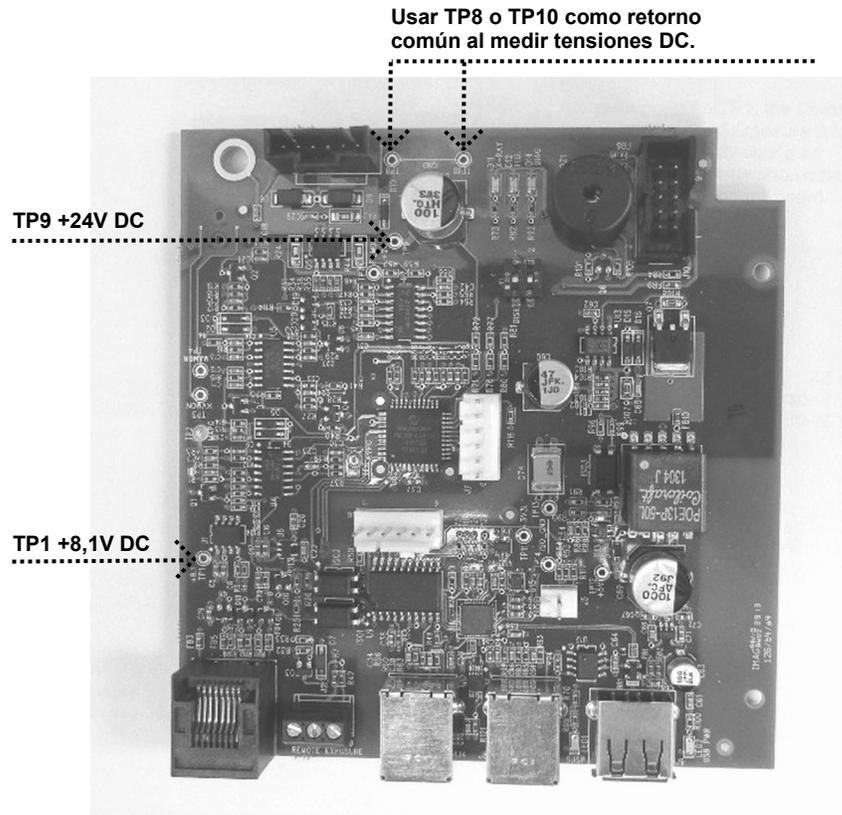
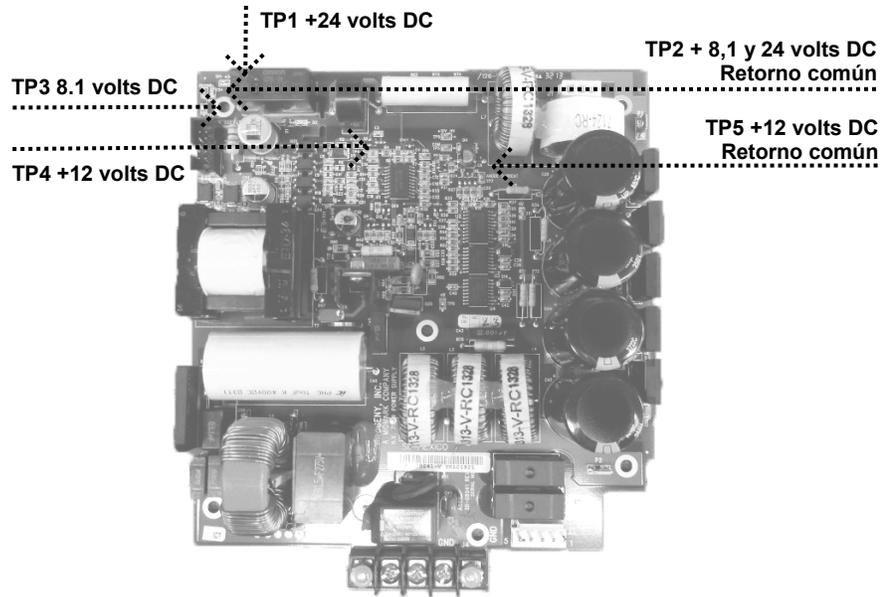

Figura 62
Figura 63
2. En la placa de alimentación eléctrica, *Figura 63*, usar TP2 como un punto de prueba común para verificar TP1 +24 volts DC y TP3 8,1 volts DC. Luego usar TP5 como retorno común para verificar la presencia de +12 volts DC en TP4, como se muestra en la *Figura 62*. Si no está presente alguna de estas tensiones, reemplazar la placa de alimentación eléctrica.